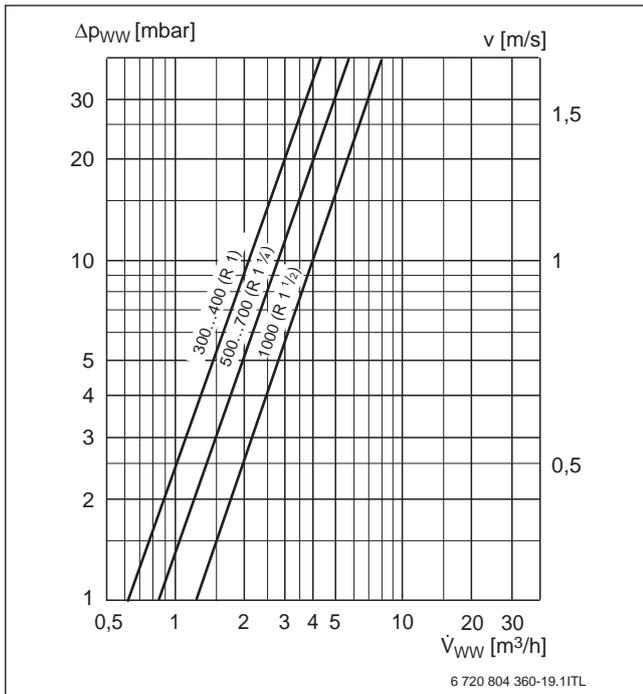
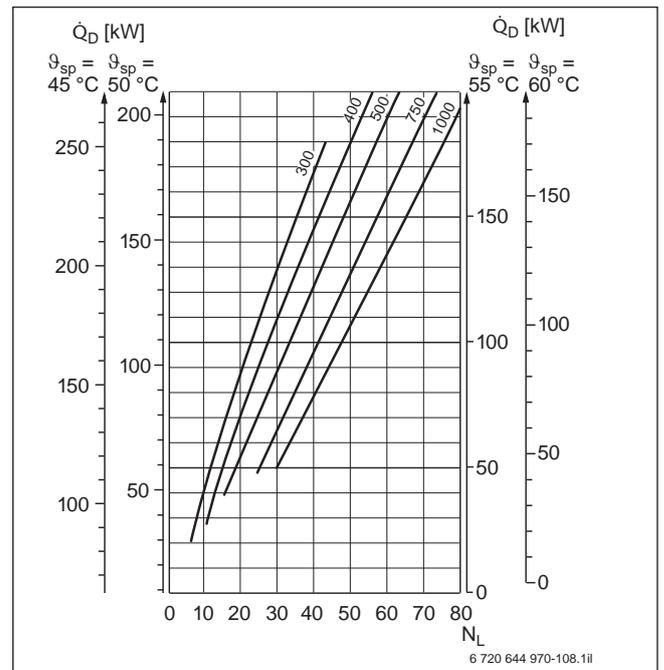

Bild 95 Logalux ESF300, SF300 ... SF1000.5
Bild 96 Speicherladesystem mit Logalux ESF300, SF300 ... SF1000.5 bei nicht durchlaufender Schichtladepumpe
Legende zu Bild 95 bis 97:
- **Nicht durchlaufende** Schichtladepumpe → Bild 96 und Bild 95, z. B. in Verbindung mit dem Regelgerät Logamatic 4126, 4117 oder Logamatic 4... mit Funktionsmodul FM445 bzw. Regelsystem Logamatic EMS plus mit dem Funktionsmodul SM200